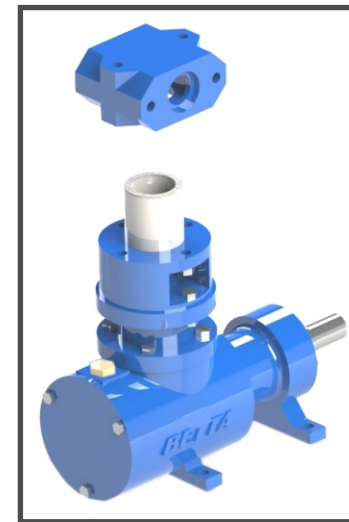

Fig. 21
- 5 - Suspender o cabeçote central, tomando o cuidado com a camisa de cerâmica, ela normalmente fica aderida ao cabeçote central e esta camisa é extremamente frágil com relação a impacto. (Fig 21)